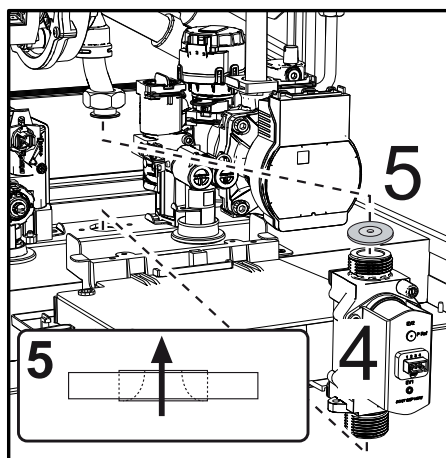

fig. 44
- Extraiga la válvula del gas "4" y el diafragma de gas "5" (fig. 44).